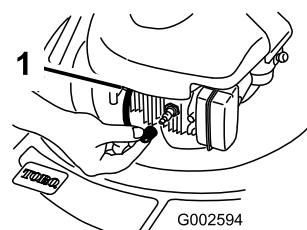

Figure 27
2. Desconecte el cable de la buj  a y eng  chelo en el poste de retenci  n (Figure 27) antes de realizar cualquier procedimiento de mantenimiento.